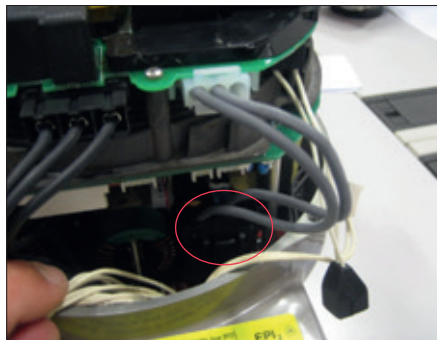

Abb. 21
- Schließen Sie das 2-polige Stromversorgungskabel der OM13-Karte an die Stromversorgungsplatine an (Abbildung 21).